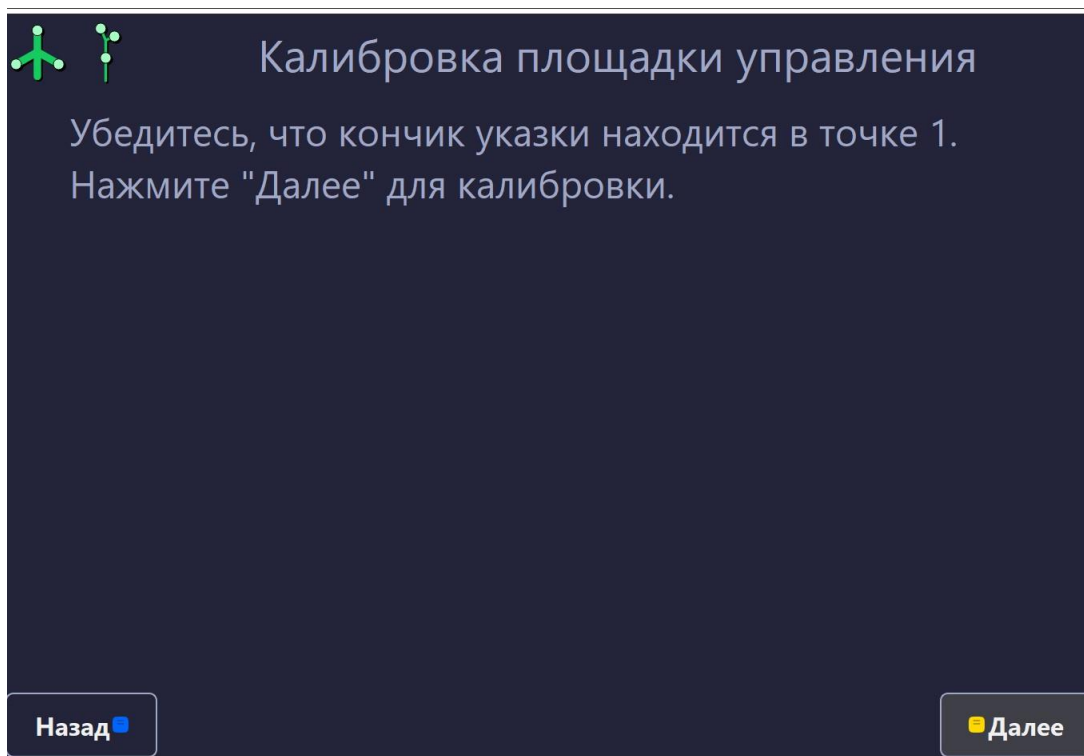

Рисунок 165 – Установка указки в точку 1
3. Установить кончик указки в точку 1 (рисунок 66). Следует убедиться, что указка находится в зоне видимости стереокамеры (рисунок 165), после чего нажать на кнопку «Далее» или воспользоваться желтой педалью.